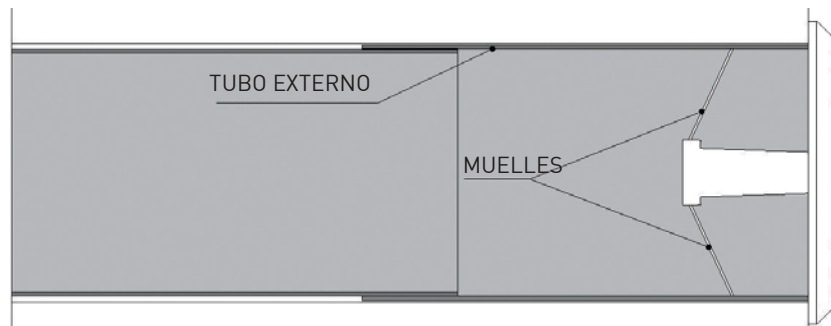

Imagen 6
- Coloque la rejilla "de dentro hacia afuera" comprimiendo los muelles en el tubo externo (Imagen 6)